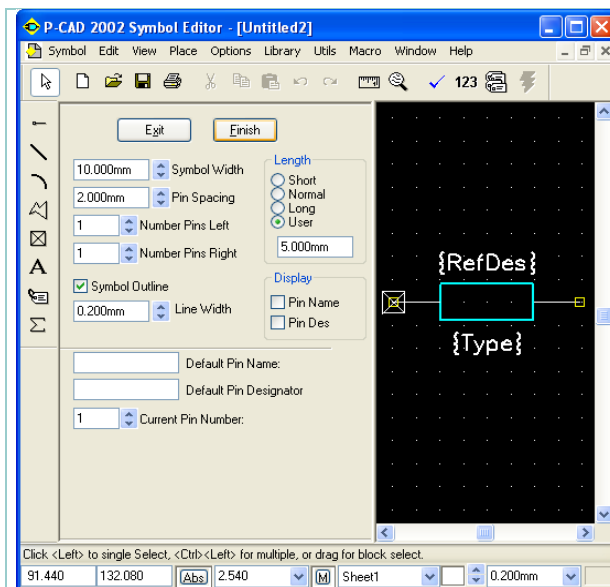

Рис. 4.43 – Формирование УГО резистора в окне мастера **Symbol Wizard**
- Кроме того, в окнах **Default Pin Name** и **Default Pin Designator** (по умолчанию принимаемые имя и номер 1-го вывода) также ничего не указывать (рис. 4.43).